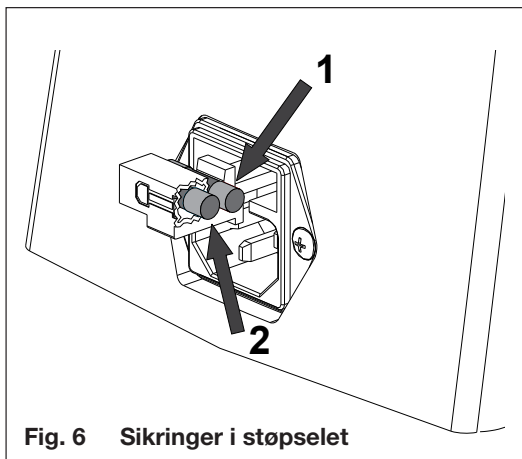

Fig. 6 Sikringer i støpselet
- sikringen i ledningens støpsel (**fig. 6.1**) er ikke gått. Hvis sikringen er defekt, kan den byttes ut med den ekstra sikringen (**fig. 6,2**) som sitter i støpselet.